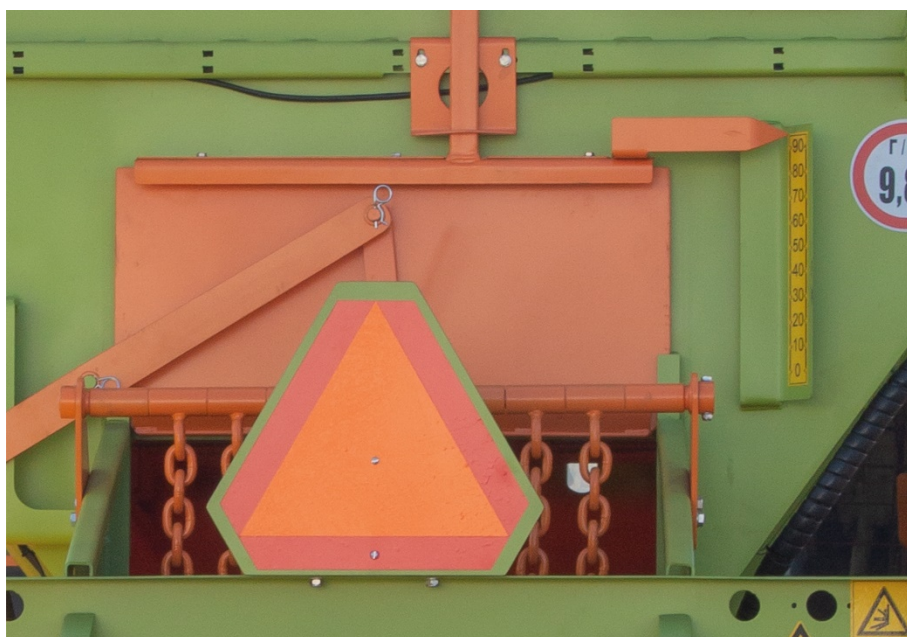

Рисунок 24 – Шкала высоты открытия шибера
- поднять шибер 1 (Рисунок 15) при помощи рычага 2 на высоту согласно дозы внесения контролируя по шкале (Рисунок 24) и зафиксировать фиксатором 3 (Рисунок 15);
Шкала высоты открытия шибера - рисунок 24.